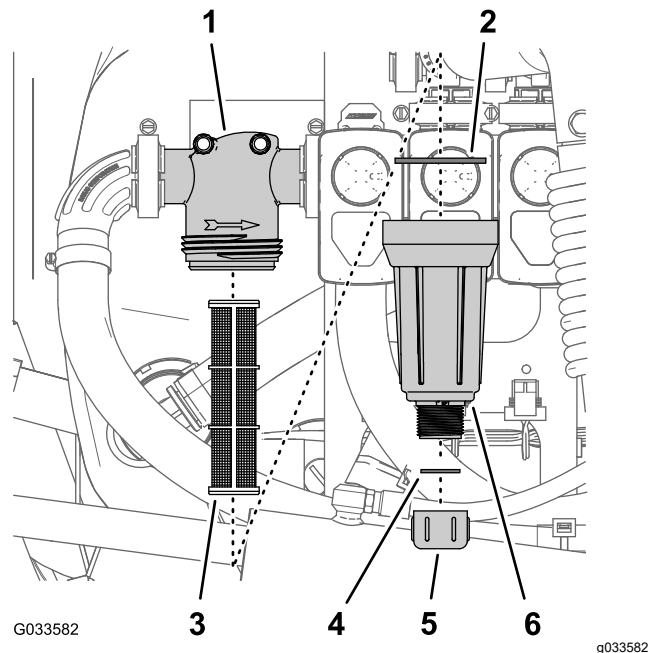

Figura 80
2. Amplasați o tavă de golire sub filtrul de presiune (Figura 80).
3. Rotiți capacul de golire în sens invers acelor de ceasornic și scoateți-l din vasul filtrului de presiune (Figura 80).
4. Rotiți vasul în sens invers acelor de ceasornic și îndepărtați capul filtrului (Figura 80).
5. Îndepărtați elementul filtrului de presiune (Figura 80).
7. Verificați dacă există deteriorare și uzură la nivelul garniturii pentru bușonul de golire (situat în interiorul vasului) și garniturii pentru vas (aflată în interiorul capului filtrului) (Figura 80).
8. Montați un nou element de filtrare de presiune la capul filtrului (Figura 80).
9. Montați vasul pe capul filtrului și strângeți-l manual (Figura 80).
10. Montați capacul de golire pe fittingul din partea de jos a vasului și strângeți capacul manual (Figura 80).